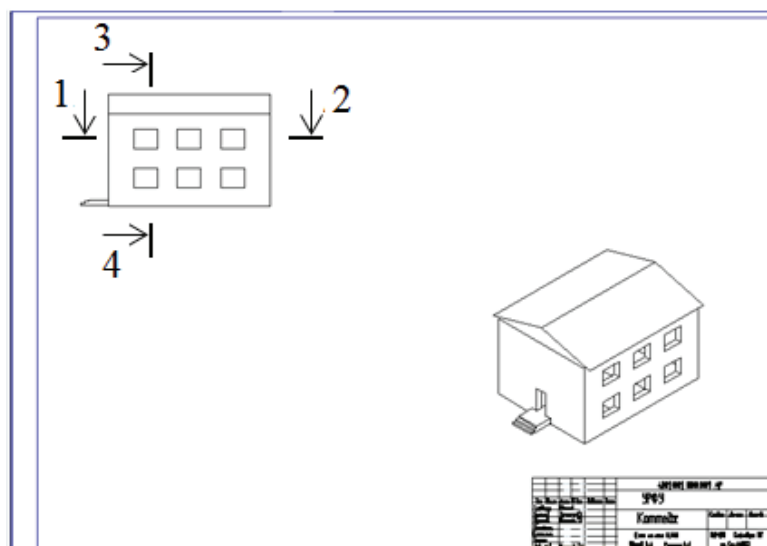

Рис. 206. Формирование главного вида и аксонометрии здания
программа начинает строить следующий вид. Двигаем курсор по диагонали и в правом нижнем углу формата, щелкнув ЛКМ, помещаем аксонометрическое изображение здания (рис. 206).
Изображение фасада и изометрии здания успешно выполнено (рис. 206).
**ВИДСЕЧЕНИЯ** Начальная точка: курсором укажем начальную точку секущей плоскости (точка 1 на рис. 206). Включите режим ОРТО .
**ВИДСЕЧЕНИЯ** Укажите конечную точку или [Отменить]: курсором укажем конечную точку секущей плоскости (точка 2 на рис. 206).
**ВИДСЕЧЕНИЯ** Начальная точка: курсором укажем начальную точку секущей плоскости (точка 3 на рис. 206).
**ВИДСЕЧЕНИЯ** Укажите конечную точку или [Отменить]: курсором укажем конечную точку секущей плоскости (точка 4 на рис. 206).